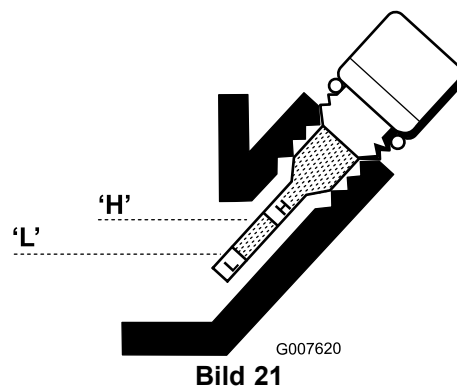

Bild 21
3. Wischen Sie den Stab ab und stecken Sie ihn in den Einfüllstutzen ein. Schrauben Sie ihn nicht in den Einfüllstutzen ein. Nehmen Sie ihn dann heraus und prüfen Sie den Ölstand. Füllen Sie bei niedrigem Ölstand so viel Öl ein, dass der Stand zwischen der H- und L-Marke an der Anzeige liegt (Bild 21). Prüfen Sie den Ölstand erneut. Füllen Sie nicht zu viel ein.